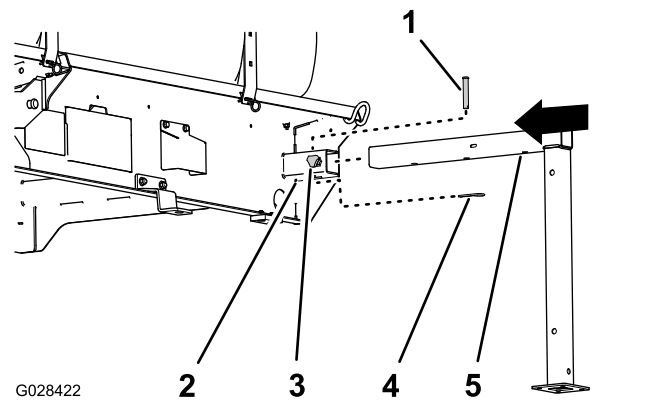

図 135
1. 前用のジャッキスタンドを、タンク前部のジャッキスタンド受けに合わせる 図 135。
2. ジャッキスタンドをスタンド受けに差し込み、スタンドの水平チューブの中央の穴をジャッキ受け上部の穴に整列させる 図 135。
4. ジャッキ受けにロックノブを取り付けて手締めする 図 135。